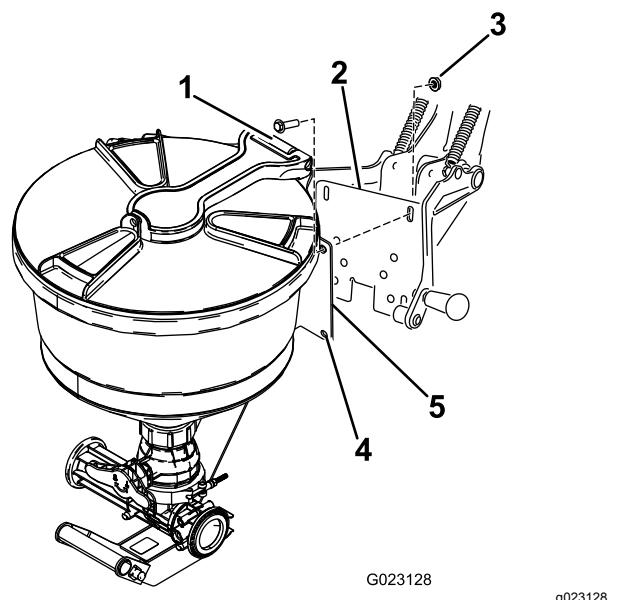

Figura 22
1. Allineate i fori della piastra di appoggio del nebulizzatore con le scanalature nel telaio di supporto della base (Figura 22).